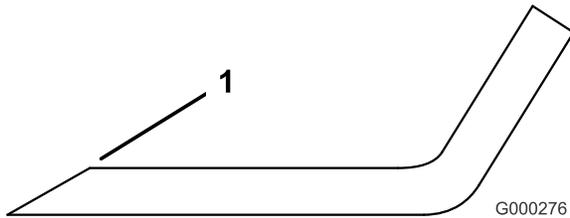

Figure 92
1. Au moyen d'une lime, aiguisez les tranchants aux deux extrémités de la lame (Figure 92). Veillez à conserver l'angle de coupe d'origine. Limez la même quantité de métal sur chacun des deux tranchants pour ne pas déséquilibrer la lame.